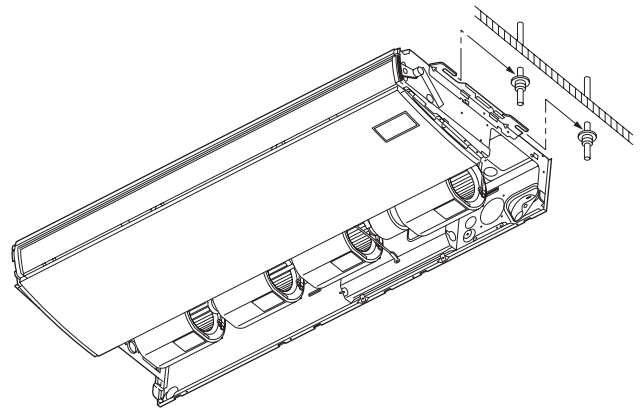

Fig. 3-74
b) Levante la unidad interior y colóquela en su sitio sobre sus patillas de fijación. (Fig. 3-74)